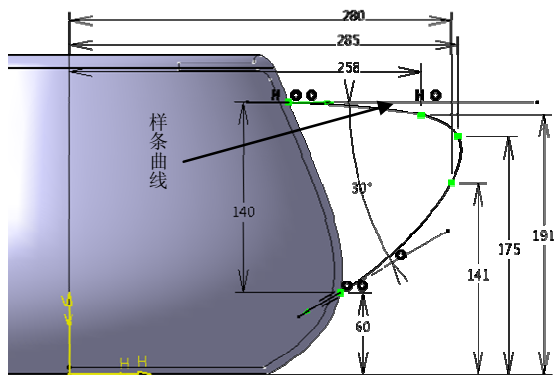

图 3-186
- >>> 步骤03 绘制如图 3-186 所示的草图。样条曲线是由 5 个点控制，上端点和水平相切，下端点和水平成 30° 角度线相切。